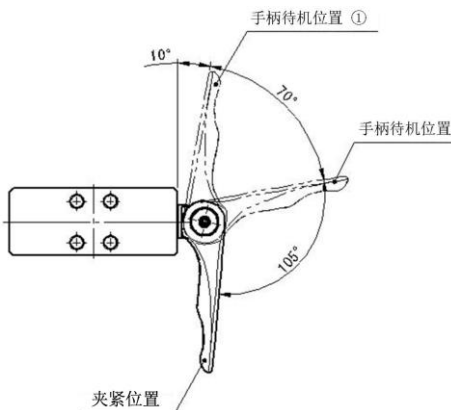

图1
- 操作时，请将手柄放倒至夹紧位置。在中途停止时，将不能发挥其该有的保持力。（请参照使用示例及使用方法中的图1和图2。）
※1 手柄待机位置①或②的状态。（参照使用示例及使用方法中的图1。）